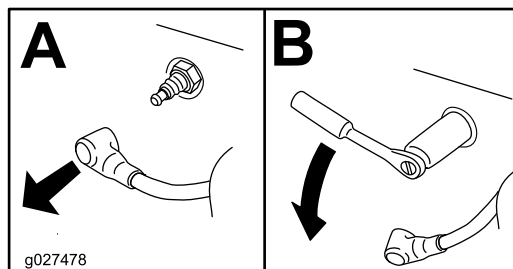

Figura 41
4. Retire la(s) bujía(s) como se muestra en la Figura 41.